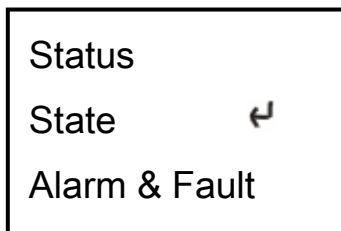

Fig.13 : main menu
6) Seleccionar y confirmar la información del estado para ver el detalle, incluyendo información de estado, información de alarmas, código, potencia y versión. Véase la Fig. 13 Fig. 19 ~